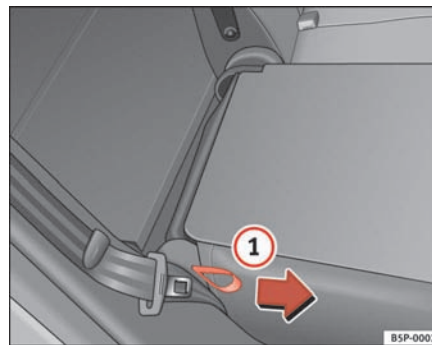

Fig. 99 Sådan klappes bagsæderyglænene frem eller tilbage
- Træk i stroppen på siden af sædet ⇒ fig. 99 ①.